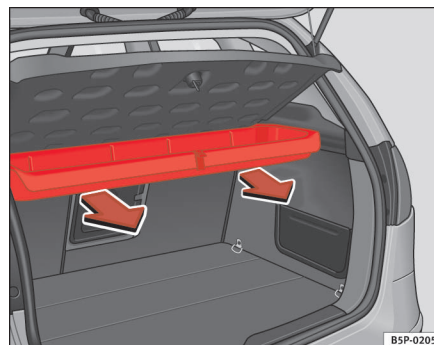

Fig. 125 Sådan afmonteres opbevaringsrummet.
- Træk det udad, indtil opbevaringsrummet er løsnet fra drejeholderne ⇒ fig. 125.